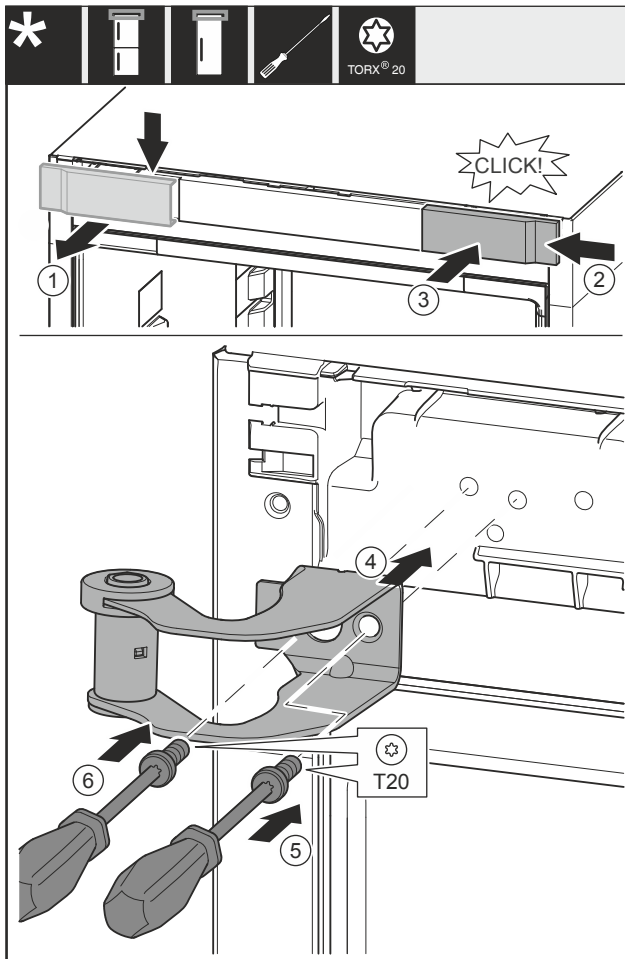

Fig. 22
- Retirer le couvercle Fig. 22 (1) depuis le haut vers l'avant.
- Accrocher le couvercle Fig. 22 (2) tourné de 180° de l'autre côté depuis le côté droit.
- Enclencher le couvercle Fig. 22 (3).
- Poser le support de palier supérieur Fig. 22 (4).
- Visser la vis Fig. 22 (5).
- Visser la vis Fig. 22 (6).